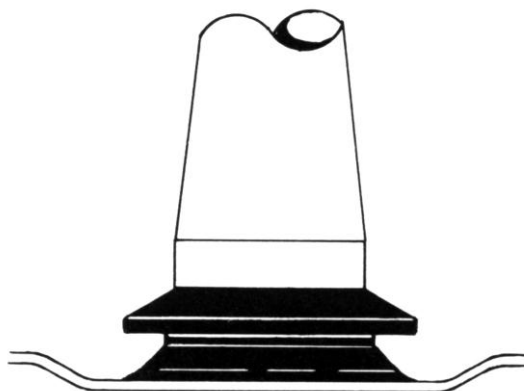

Figura 4-2
- c. Usando il lubrificante fornito con la centrifuga Cyto-Tek, lubrificare leggermente l'area della vasca del rotore, dove questa si accoppia con l'anello di tenuta V-Ring. Installare il nuovo anello di tenuta V-Ring sull'albero del rotore. Spingere a fondo l'anello di tenuta V-Ring sull'albero finché non si posiziona saldamente nella scanalatura posta sul fondo dell'albero del rotore (vedere Figura 4-2).